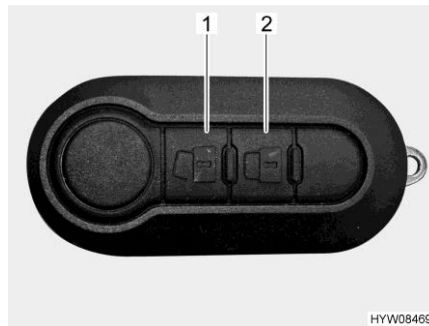

Fig. 50 Télécommande du verrouillage centralisé (2 touches)
- Déverrouiller les portes : ■ Appuyer une fois brièvement sur la touche  (Fig. 50,1). Les serrures de porte sont déverrouillées.
- Verrouiller les portes : ■ Appuyer une fois brièvement sur la touche  (Fig. 50,2). Les serrures de porte sont verrouillées.